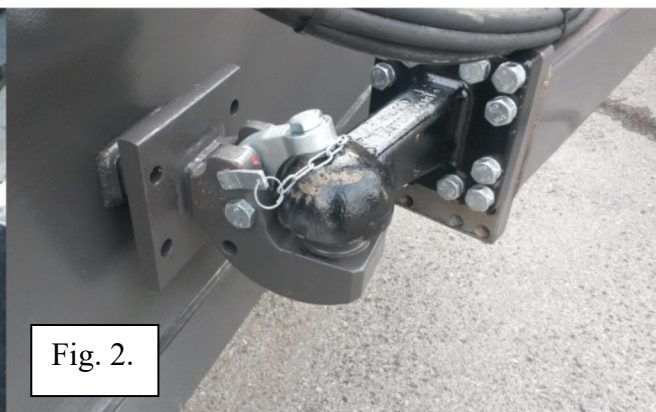

Fig. 2.
4. Husk å frikople transportlåsen før dyrevognen senkes. (Fig. 2)